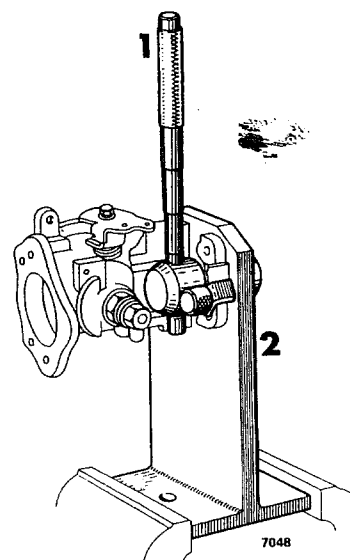

Fig 03-6. Ipressning av bussningar
3. Vrid stativets tapp 90° och driv in bussningarna enligt fig 03-6.